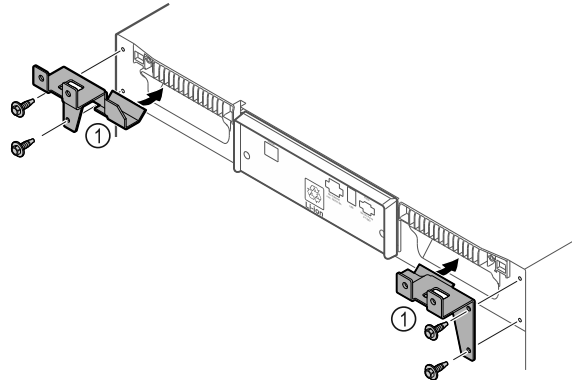

Fig. 8
- Kiinnitä pidinosat Fig. 8 (1) oheisilla ruuveilla laitteeseen.